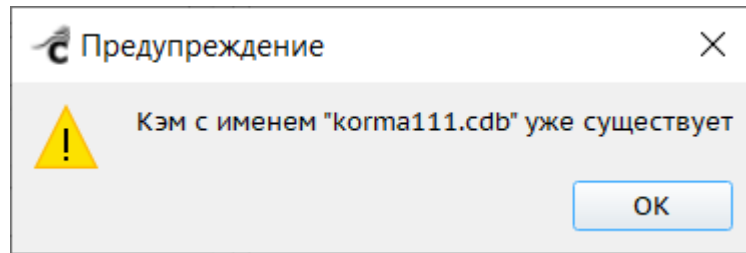

Рисунок 165 – Сообщение «КЭМ с именем <...> уже существует»
– «Имя оптимизированной КЭМ» – нужно задать имя. Оно должно быть уникальным для текущего проекта. Если введенное имя совпадает с именем уже существующей в текущем проекте КЭМ, при попытке сохранить настройки отобразится соответствующее уведомление (Рисунок 165) и сохранение не будет выполнено.